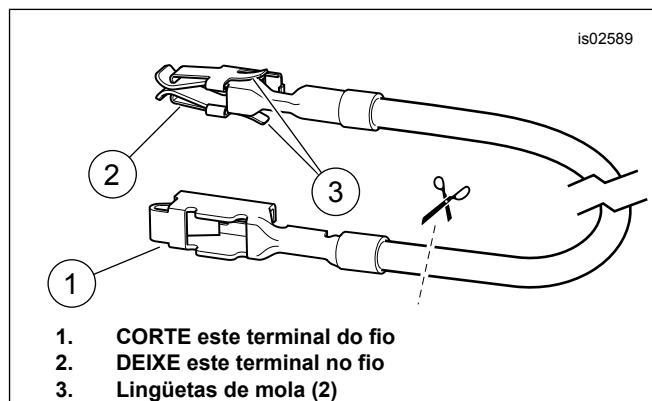

Figura 17. Fio do adaptador do bloco de fusíveis (Dyna e Softail)
3. Veja a Figura 27. Pegue o fio laranja/branco adaptador do bloco de fusíveis (12) do kit. Observe o terminal em cada extremidade (veja a Figura 17 ). Somente o terminal com lingüetas de mola caberá neste bloco de fusíveis. Corte cuidadosamente o terminal não usado do fio e descarte-o.